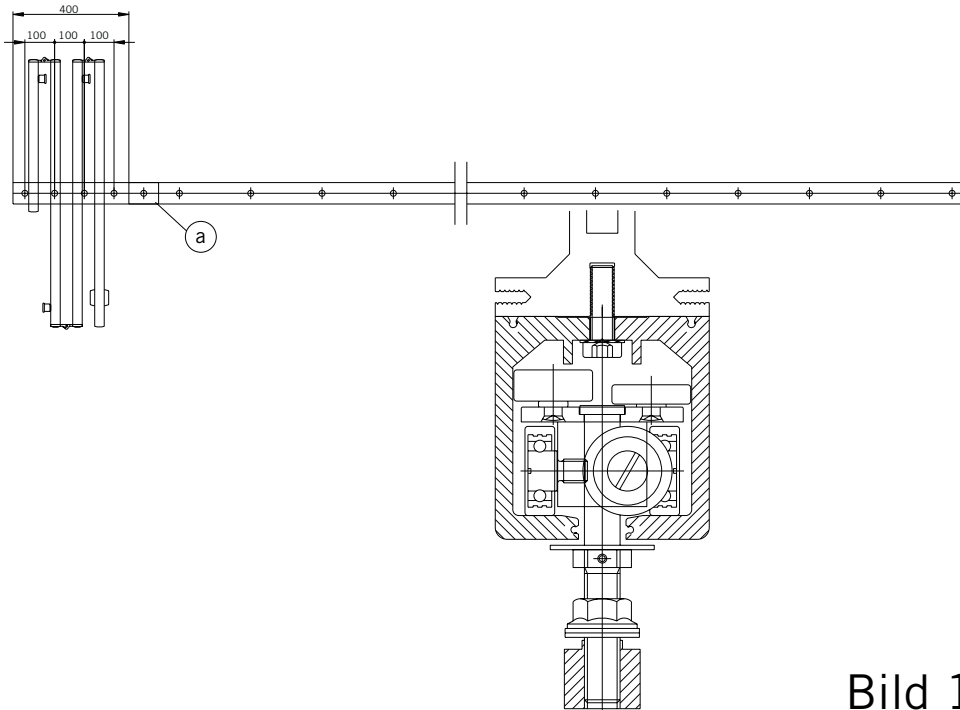

Bild 1
1. Unterkonstruktion und Montage der Laufschiene (Bild 1):